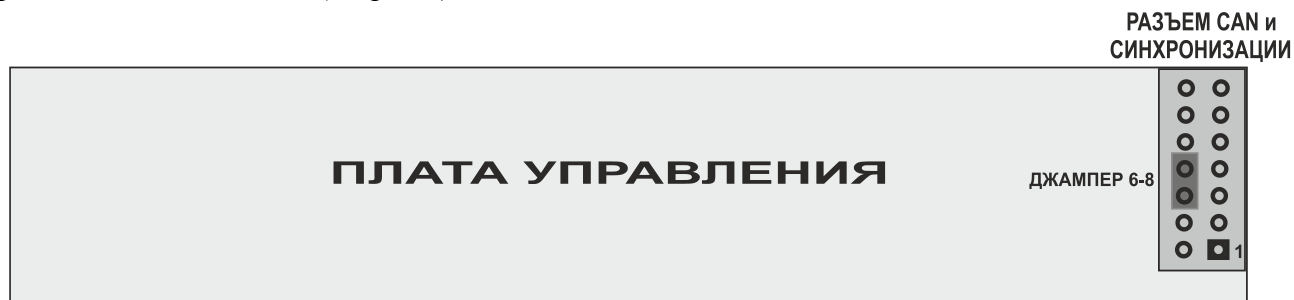

Рис.2
**ВНИМАНИЕ!** *Постоянное мигание зеленого светодиода «Работа» при свечении желтого светодиода «Вход» свидетельствует об отсутствии выходного напряжения инвертора. Наиболее часто длительное мигание зеленого светодиода означает, что к разъему CAN на лицевой панели инвертора не подключена ответная часть с переключками или не установлена заменяющая внешний разъем перемычка для одиночной работы на разъеме внутри инвертора. Для обеспечения включения в случае одиночно работающего инвертора должен быть обязательно установлен джампер 6-8 в разъеме CAN и синхронизации платы управления (см.рис.2).*